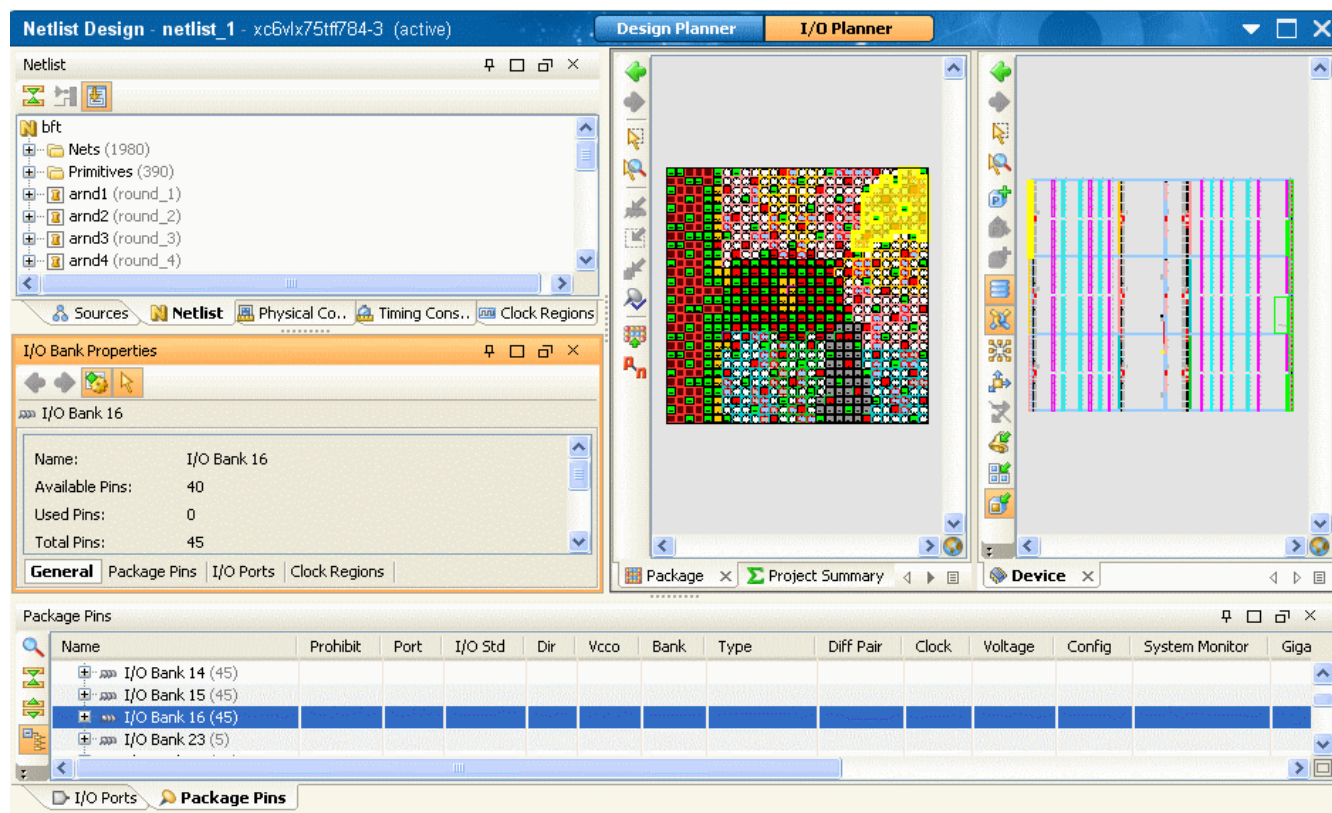

図 8-4 : I/O バンクのロケーションおよびリソースの表示
- [I/O Bank Properties] ビューで [General] タブをクリックします。247 ページの図 8-4 は、I/O バンクを表示しています。